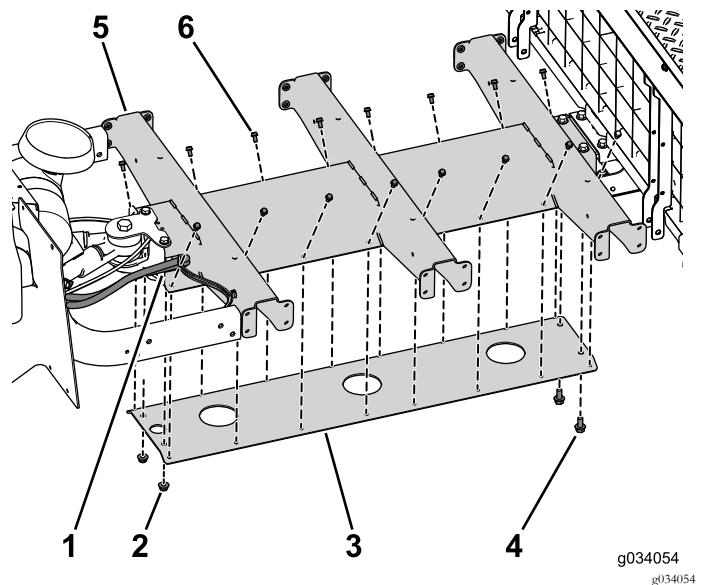

Figure 30
1. Avec les 4 boulons (5/16" x 3/4"), fixez légèrement le support de plate-forme au profilé central (Figure 30).